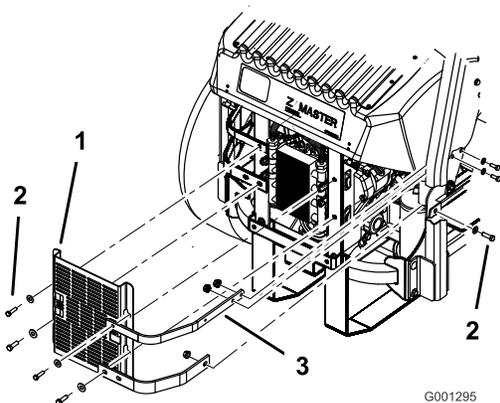

Bild 63
3. Entfernen Sie die vier Schrauben, mit denen die Ölkühlerabdeckung hinten am Rahmen befestigt ist (Bild 63).
4. Nehmen Sie die drei Schrauben ab, mit denen die Motorriemen seitlich an der Maschine befestigt sind (Bild 63).
12. Montieren Sie die Ölkühlerabdeckung und die Motorriemen mit den vier vorher entfernten Schrauben am hinteren Rahmen (Bild 63).
13. Montieren Sie die Motorriemen seitlich an der Maschine (Bild 63).